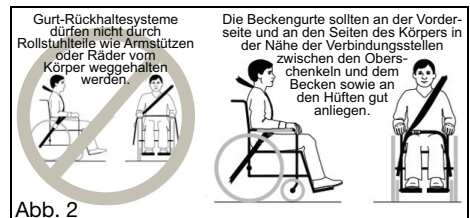

Abb. 2
- Befestigen Sie die Insassen-Rückhalteeinrichtungen entsprechend den Anweisungen des Herstellers der Insassen-Rückhalteeinrichtung und RESNA WC-4, Abschnitt 18 oder ISO 10542-1, Teil 1.(Abb. 2)